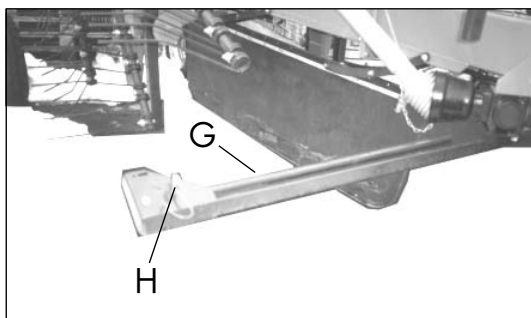

Bild 3-7
1. Beidseitig Abweisbügel (G) einklappen und mit Federstecker (H) sichern (Bild 3-7)